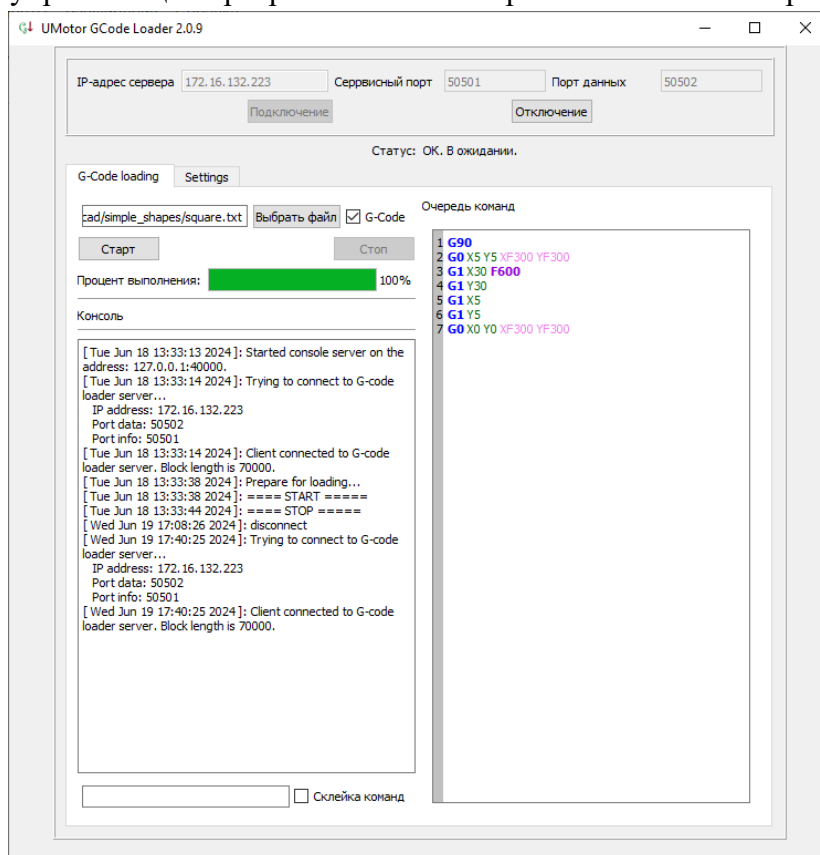

Рисунок 3.1. Окно загрузки управляющих программ.
- Запустить программу «UM GCode Loader» (см. рис. 3.1).